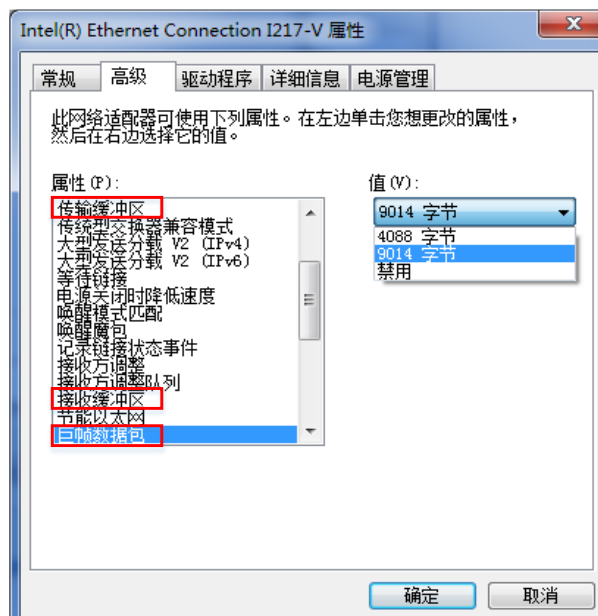

图2-2 网卡属性高级设置
2. 依次打开“控制面板” > “硬件和声音” > “设备管理器” > “网络适配器”，选中对应的网卡，打开属性中的“高级”菜单，如图 2-2 所示。